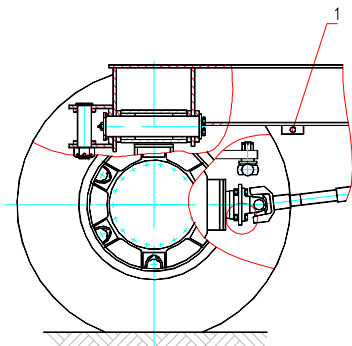

Рис. 8
5. Для объединения поршневой и штоковой полостей рулевого гидроцилиндра выверните на 2...3 оборота винт 1 (рис. 8) буксировочного крана рулевого управления и законтрите винт гайкой.
6. Заверните до упора винт 1 (рис. 8) буксировочного крана рулевого управления, расположенного на ходовой раме, и законтрите его гайкой.